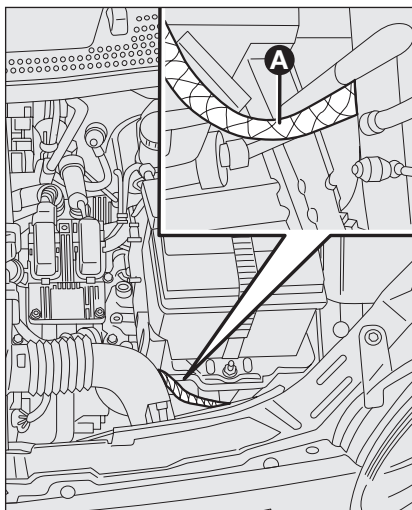

Abb. 1a - Duratec Versionen
- ☐ Schließen Sie das eine Ende des zweiten Starthilfekabels an den Minuspol (–) der Fremdbatterie und das andere Ende an einen Massepunkt **A** des zu startenden Fahrzeugs an (siehe **Abb. 1a-1b**).